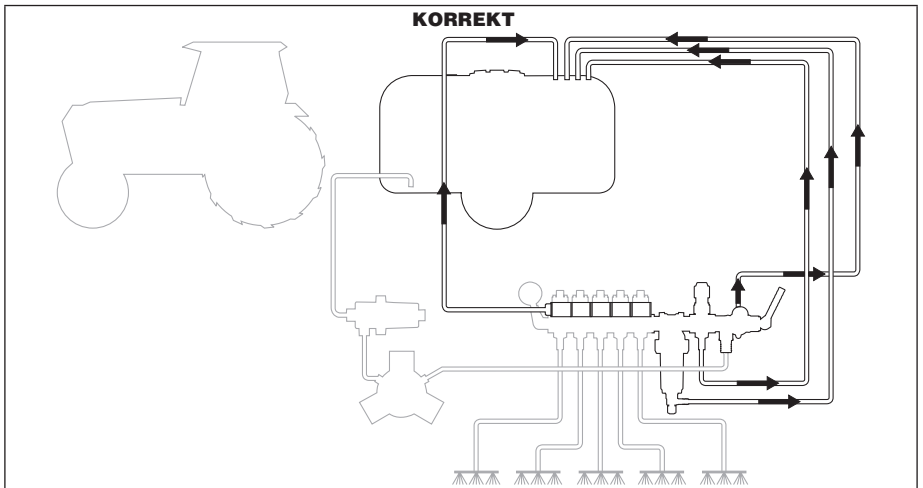

Abb. 7
- Den Rückfluß der Ventile unabhängig zum Tank verlegen, siehe Abb. 7.